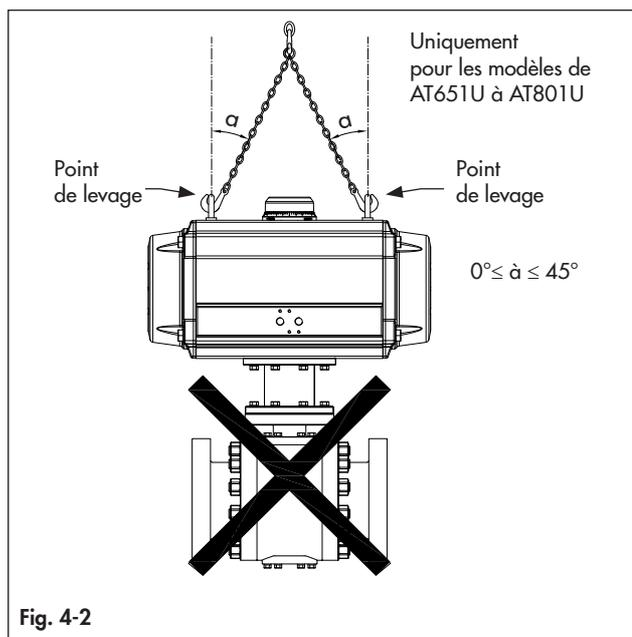

Fig. 4-2
- Pour les modèles plus grands que le AT651U, deux trous filetés sont disponibles pour soulever l'actionneur au moyen de boulons à œil ou de composants similaires, comme indiqué à la Fig. 4-2. Ne pas soulever l'ensemble actionneur et vanne à partir de ces points de levage.